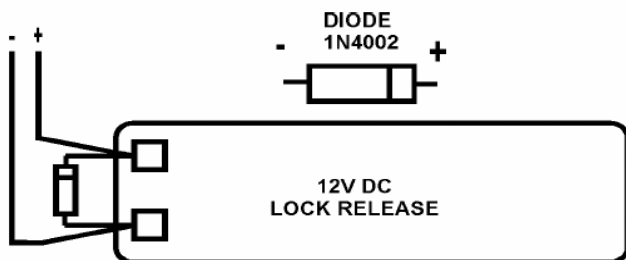

figure 3
- Si la serrure est alimentée en continu, la diode 1N4002 doit être branchée en parallèle, il va filtrer les parasites afin d'atténuer le bruit. En cas de coupure elle jouera le rôle d'une diode de roue libre. Voir figure 3